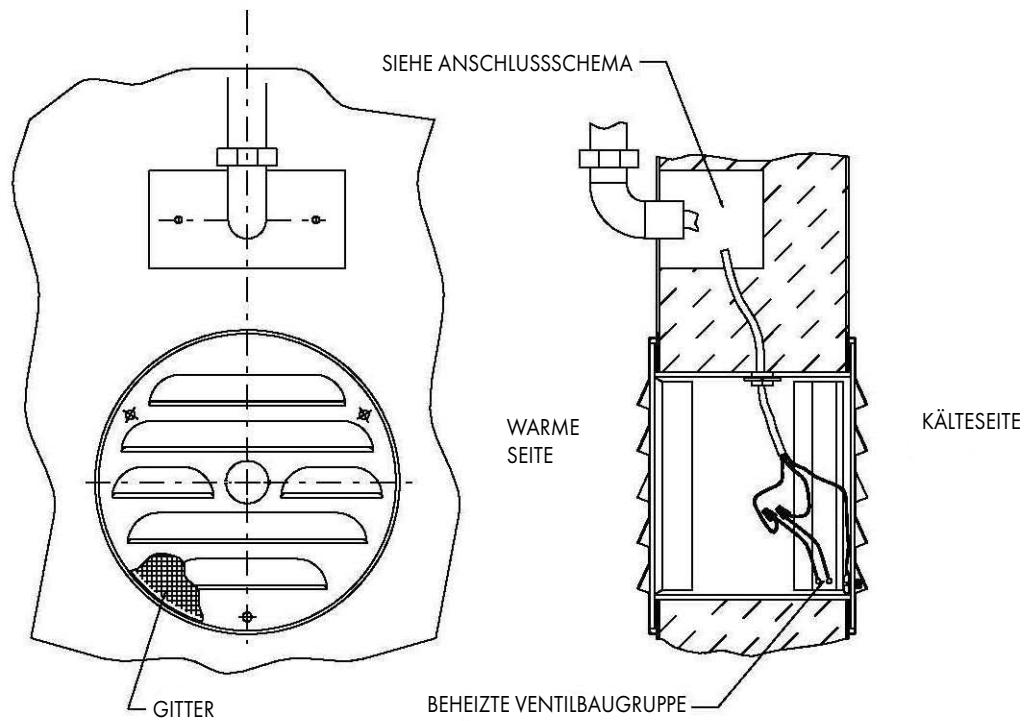

ABBILDUNG 2
- Ein Loch für die Anschlussdose in die Außenseite (warme Seite) der Wand schneiden, wobei die Größe und Form des Lochs auf die zu verwendende Anschlussdose abgestimmt sein muss. Die Box muss innerhalb von zwei (2) Fuß vom DEA platziert werden (Abbildung 2).
- In der Mitte des 4-13/16-Zoll-Loches ein Loch für die Durchführung des Kabels durch die Isolierung und in das Loch der Anschlussdose vorsehen (Abbildung 2).